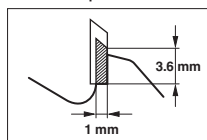

Figura 1 Dimensioni minime placchette lama sega circolare.
3. Le lame delle seghe circolari con placchette ridotte a 1 mm non devono più essere utilizzate. Fare riferimento alla figura 1.